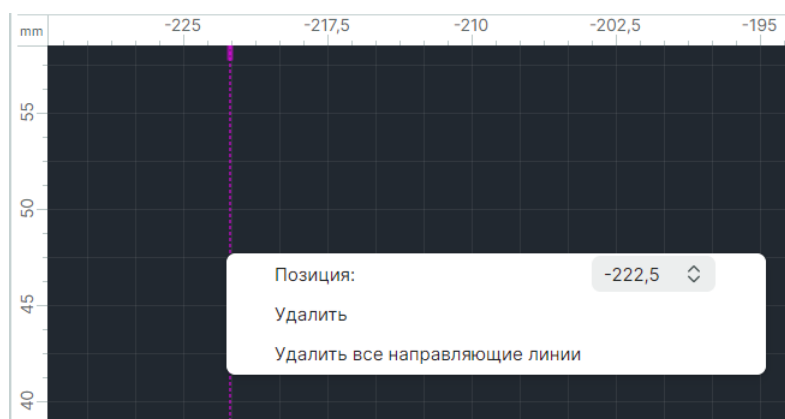

Рис. 215 Настройка направляющей линии
2. В отобразившемся окне «Направляющая линия» выберите необходимое действие, см. Рис. 215: